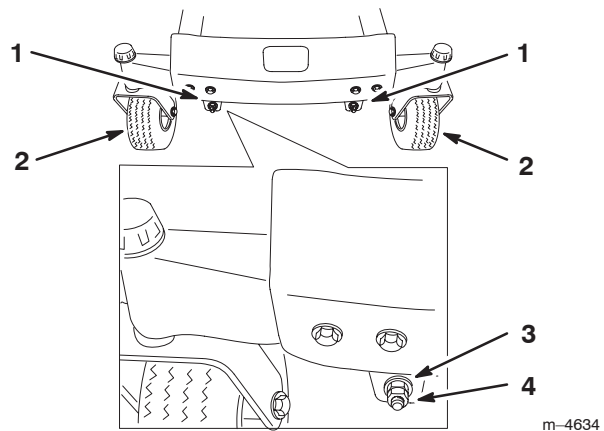
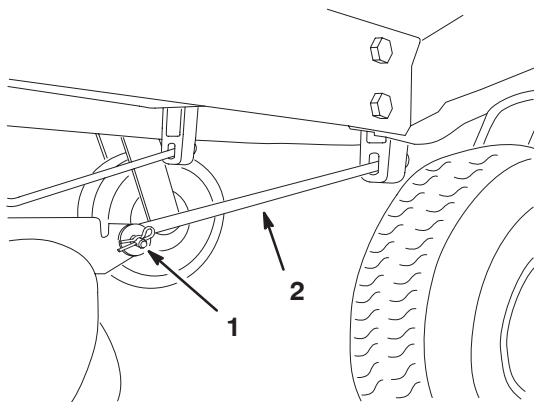

Figure 42
Figure 44
10. Pour régler l'inclinaison avant/arrière des lames, retirez les contre-écrous et tournez les écrous de réglage à l'avant du plateau de coupe (Fig. 42).
12. Après avoir réglé uniformément les deux écrous, contrôlez de nouveau l'inclinaison avant/arrière. Poursuivez le réglage des écrous jusqu'à ce que la pointe avant de lame soit de 1,6 à 7,9 mm (1/16 à 5/16 pouce) plus basse que la pointe arrière (Fig. 42).
Remarque : Après avoir réglé les écrous de réglage, vérifiez qu'aucune des tige de support ne présente de jeu (Fig. 44). Serrez l'une ou l'autre pour supprimer le jeu (Fig. 42).
4. Retirez la goupille fendue et l'axe de chape de la tige de support avant de chaque côté du plateau de coupe (Fig. 44).
7. Fixez les tiges de support avant à la machine à l'aide des axes de chape et des goupilles fendues (Fig. 44).